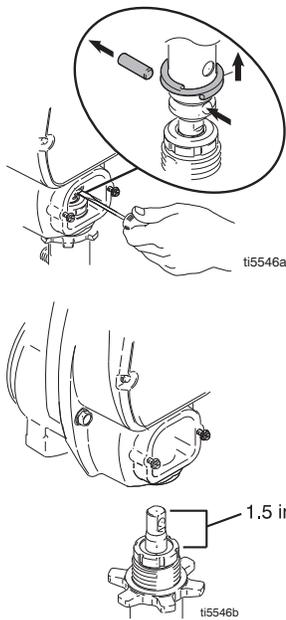

图 18
1. 图 18. 拉出活塞柱如图所示的距离。将泵拧入，直到连杆上的孔与活塞柱上的孔对准。